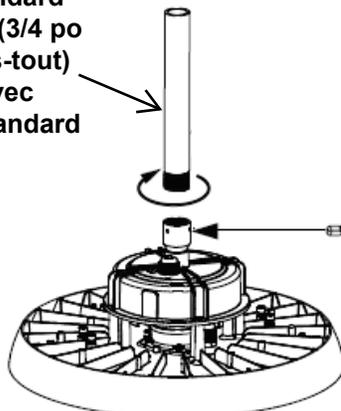
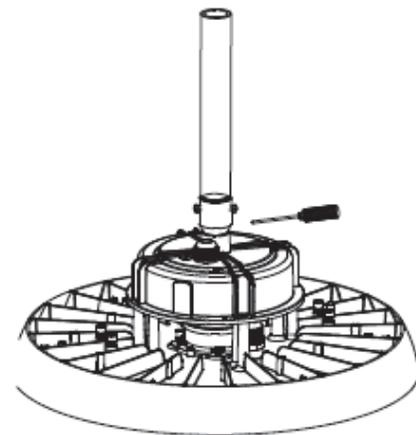

Figure 12
Figure 13
2. Insérer l'extrémité filetée de l'adaptateur dans le trou fileté situé sur le dessus de l'assemblage. Insérer l'extrémité filetée du tuyau de 3/4 po dans l'extrémité femelle filetée de l'adaptateur (Figure 12). Fixer la quincaillerie appropriée pour bloquer l'adaptateur. (Figure 13).